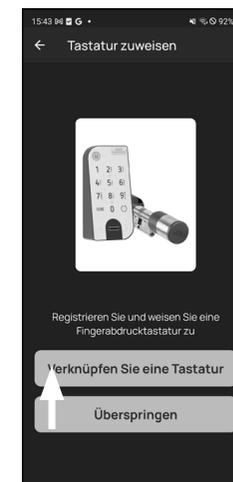

Fig. 8
- 10 Appuyez sur le quatrième élément du menu « Ignorer » (Fig. 8).